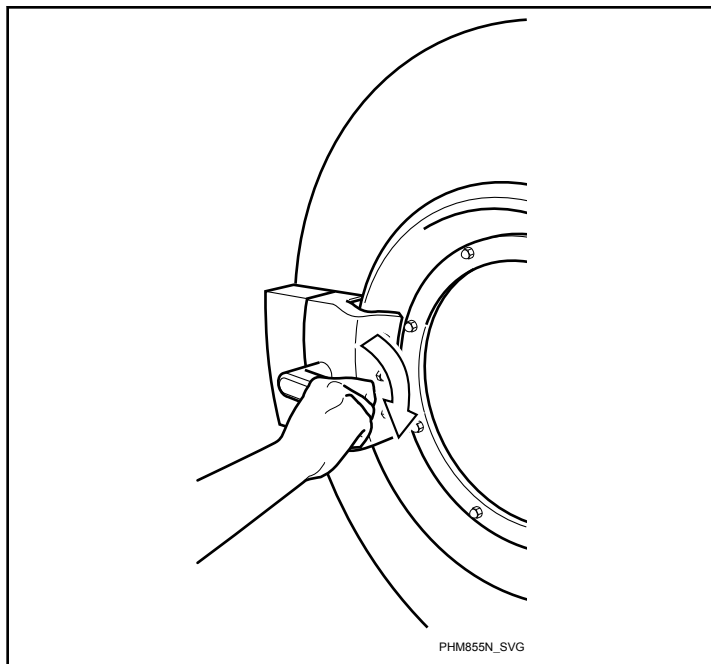

Figure 45
2. Tourner la poignée dans le sens horaire pour ouvrir. Se reporter à la *Figure 45*.